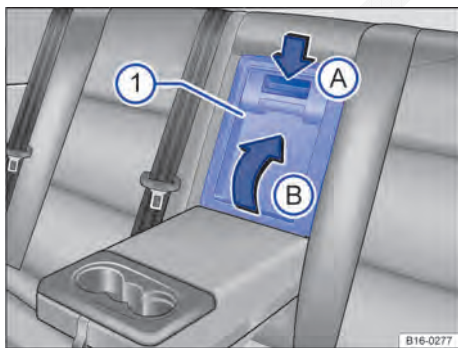

Fig. 111 No encosto do banco traseiro: abrir o dispositivo para transporte de objetos longos.
- Pressionar o botão de destravamento para baixo ⇒ Fig. 111 A e fechar a tampa do dispositivo para transporte de objetos longos 1 no compartimento de bagagem B.